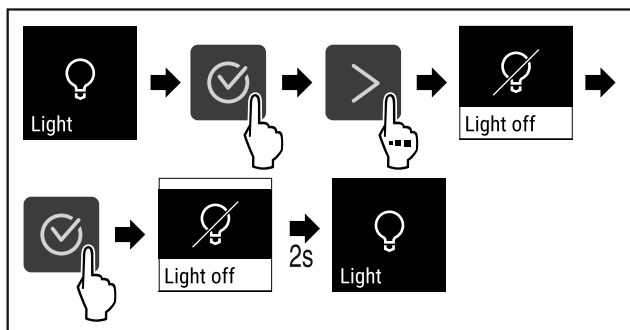

Fig. 67
- ▶ Végezze el a gyakorlati lépéseket (lásd Fig. 67).